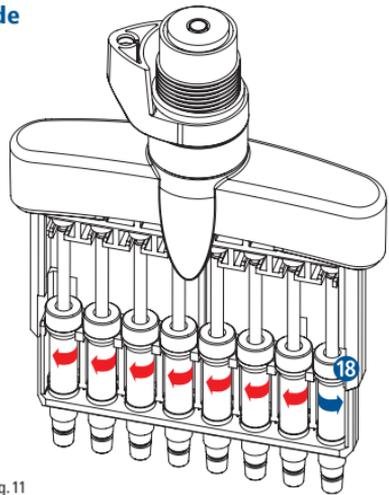

Fig. 11
- L'ensemble de piston 18 peut être dégagé de la fixation en le tournant à l'aide d'une clé Allen (Fig. 11).